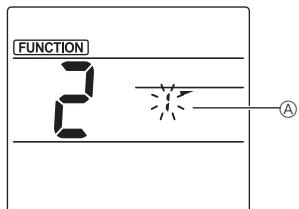

Fig. 3-2
- ② Seleccionar o número da palheta (Fig. 3-2)